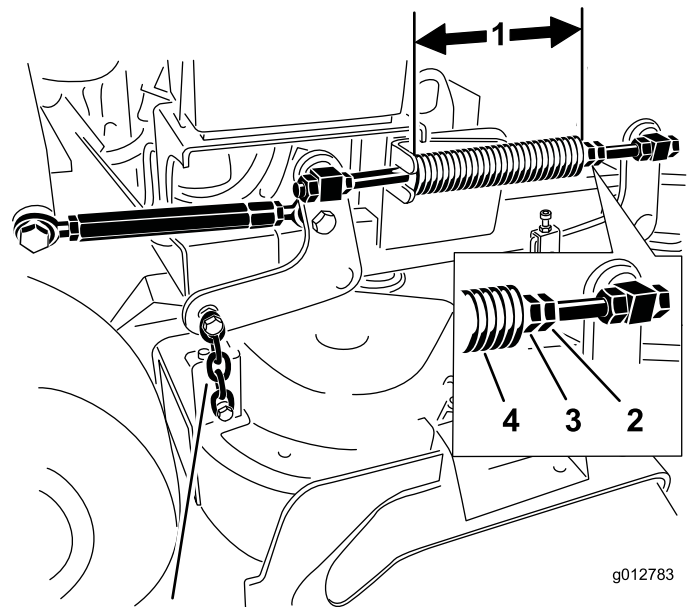

Figure 89
2. Vérifiez la longueur du ressort de compression. La longueur nominale est de 28,2 cm pour les plateaux de coupe 91 cm et de 25,7 cm pour les plateaux de coupe de 102 cm (Figure 89).
3. Réglez cette distance en desserrant l'écrou de blocage du ressort et en tournant l'écrou devant chaque ressort (Figure 89).
4. Bloquez l'écrou en position en serrant l'écrou de blocage du ressort (Figure 89).